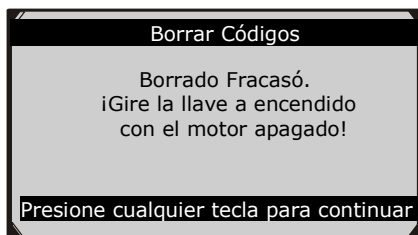

Figura 6.8
- Si los códigos no son eliminados, entonces el mensaje “Borrado Fracasó. ¡Gire la Llave a encendido con el Motor apagado!” aparece. (Figura 6.8)